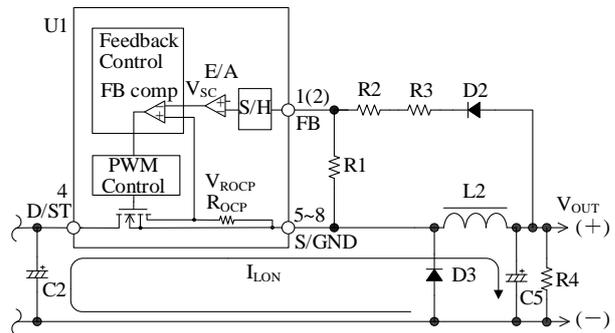
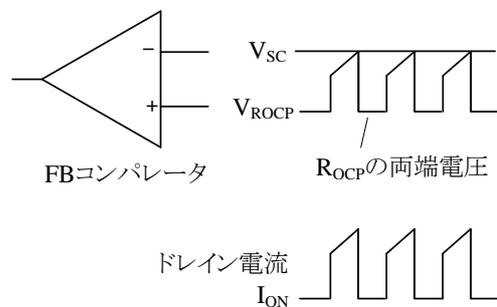

図 10-5 FB 端子周辺回路 (降圧コンバータ)
図 10-6 定常時の  $I_D$  と FB コンパレータ動作
出力電圧の定電圧 (CV) 制御は、過渡応答および安定性に優れたピーク電流モード制御を使用しています。パワー MOSFET のターンオフ時にターンオフした瞬間から  $t_{FBFS} = 2.5 \mu\text{s}$  (max.) の時点の FB 端子電圧をパルスバイパルスでサンプリングして作った目標電圧 ( $V_{SC}$ ) と IC 内部のセンス抵抗の電圧 ( $V_{ROCP}$ ) を内部の FB コンパレータで比較し、 $V_{ROCP}$  のピーク値が  $V_{SC}$  に近づくように制御します (図 10-5、図 10-6 参照)。